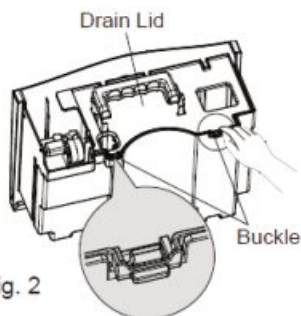

Fig. 2
2. Потяните вниз два фиксатора, располагающиеся возле резервуара. Поднимите сливную крышку. (Рис. 2)